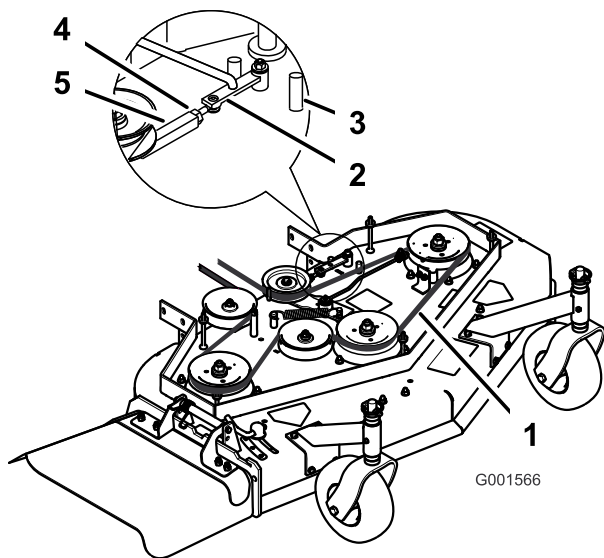

Figure 39
3. Desserrez le contre-écrou sur le tendeur (Figure 39).
4. Tournez le tendeur vers l'arrière du plateau de coupe pour augmenter la tension sur la courroie. Tournez le tendeur vers l'avant du plateau de coupe pour réduire la tension sur la courroie (Figure 39).